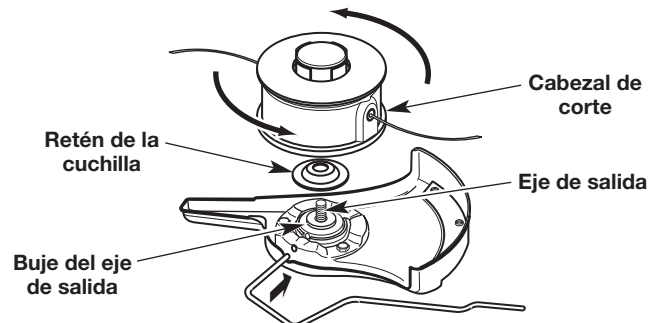

Fig. 12
4. Mientras sostiene la varilla de seguridad en su lugar, coloque la retención de cuchilla sobre el eje de salida con la superficie plana contra el casquillo del eje de salida (Fig. 12).
5. Atornille el cabezal de corte en sentido contrario a las agujas del reloj sobre el eje de salida (Fig. 12). Apriete el cabezal de corte firmemente.